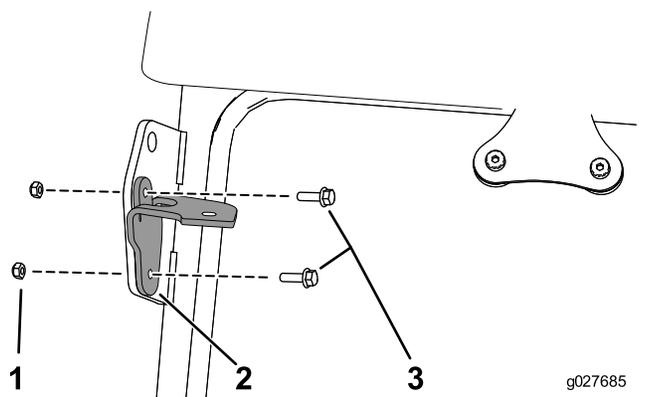

Figure 2
1. Fixez le support droit au point de levage avant droit de la cabine au moyen de 2 boulons (M6) et 2 écrous (Figure 2).
2. Fixez le support gauche au point de levage avant gauche de la cabine au moyen de 2 boulons (M6) et 2 écrous (Figure 2)